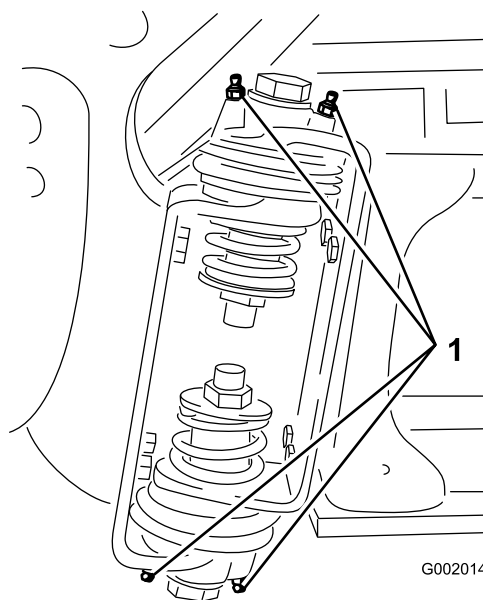

Figura 64
2. Pompate del grasso nel raccordo di ogni cuscinetto o boccola (Figura 64).